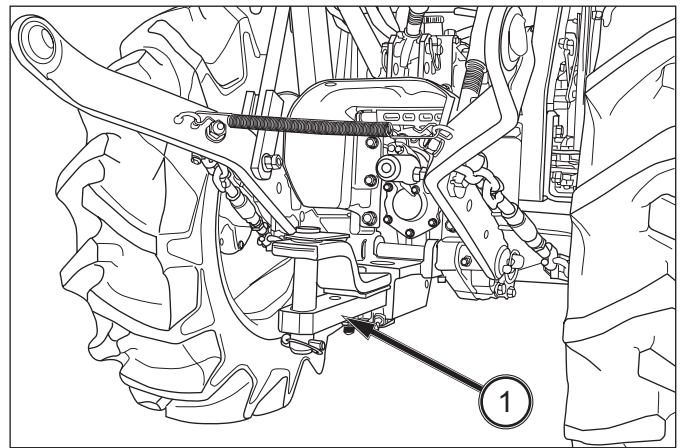

ABB. 109
HINWEIS: Abb. 109 - Damit die Bolzengruppe nicht verloren geht, den Drahring unter Verwendung der Gummibelegscheibe am Rahmen anbringen und die Schraube (M8 X 16 (SP)) festziehen (4).